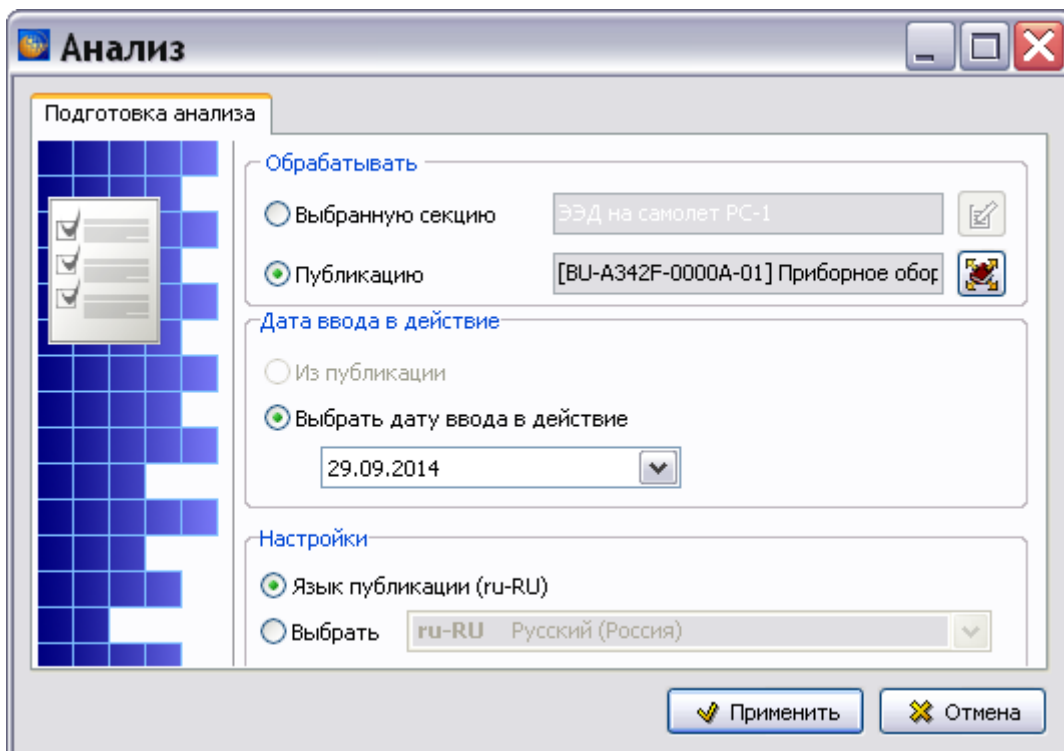

Рис. 21.73
3. Выберите версию публикации. После нажатия на кнопку **Выбрать** происходит возврат в окно **Анализ**. В поле **Публикация** указана выбранная публикация (Рис. 21.73).